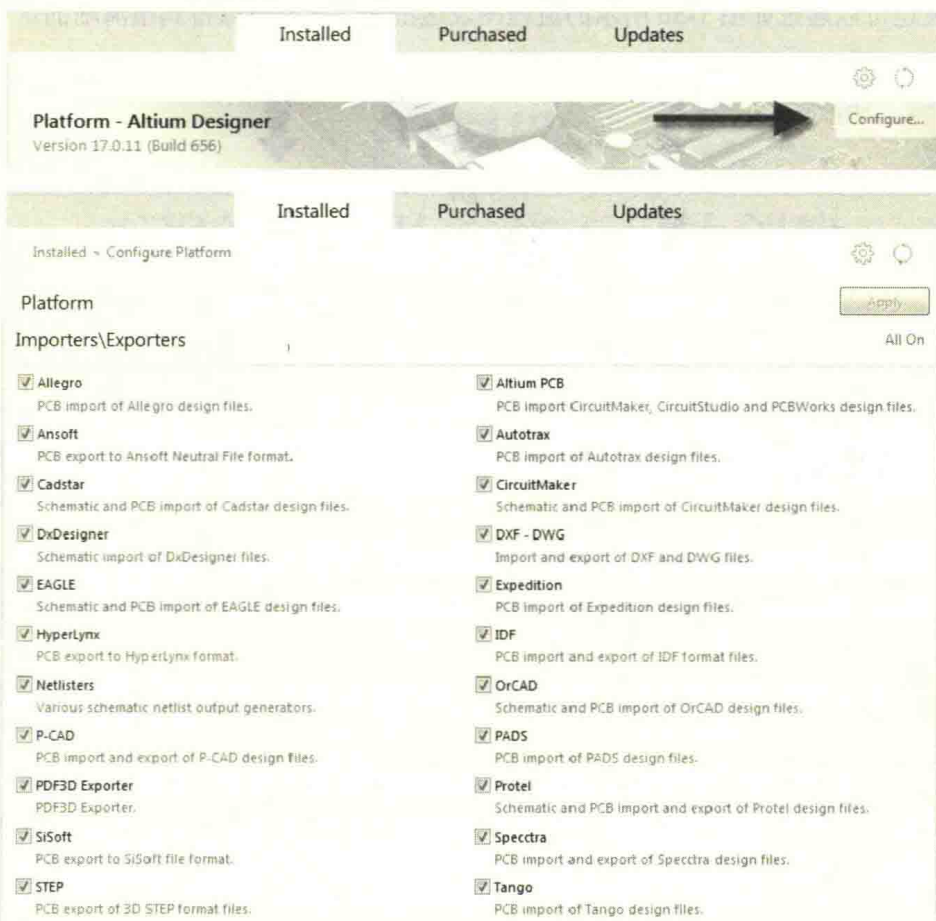

图 1-49 插件安装界面
(1) 如图 1-48 所示，执行菜单命令“DXP-Extensions and Updates”，进入插件安装界面，如图 1-49 所示。